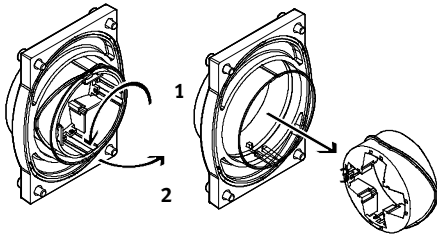

Fig. 10: Retrait de l'anneau indicateur
2. Pivotez l'anneau indicateur à 90° (voir Fig. 10).
1. Enfichez à nouveau l'anneau indicateur dans le couvercle du boîtier capteur. Procédez alors dans l'ordre inverse du démontage (→ également Fig. 10).